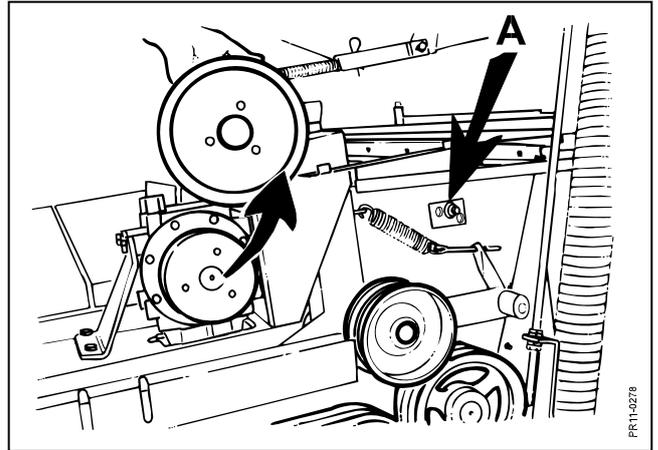

Fig. 3-20
**Fig. 3-20** Bei Änderung auf **670 Umdr./Min** die äußere große Riemenscheibe des Getriebes entfernen. (Die große Riemenscheibe ist über der kleinen montiert). Die 3 mitgelieferten Riemen verwenden.